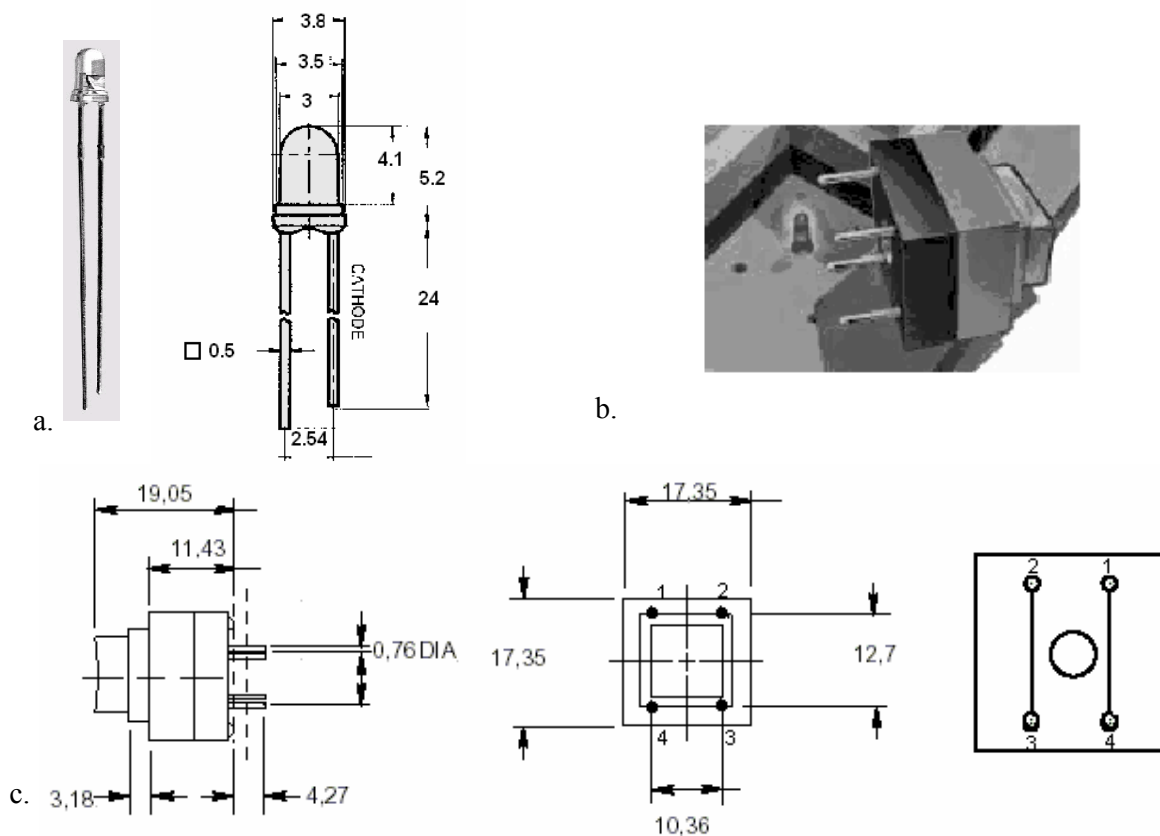

Figura 6. Grupările tastă-LED: (a): capsula LED-ului (b): montarea tastei deasupra LED-ului (c): capsula tastei
b) LED-urile modului tastatură vor avea capsula prezentată în **figura 6.a** și vor fi montate sub tastele prezentate în **figura 6.c**, în centrul acestora. Fiecare grupare tastă-LED va fi tratată la nivelul bibliotecii de capsule ca o singură componentă.